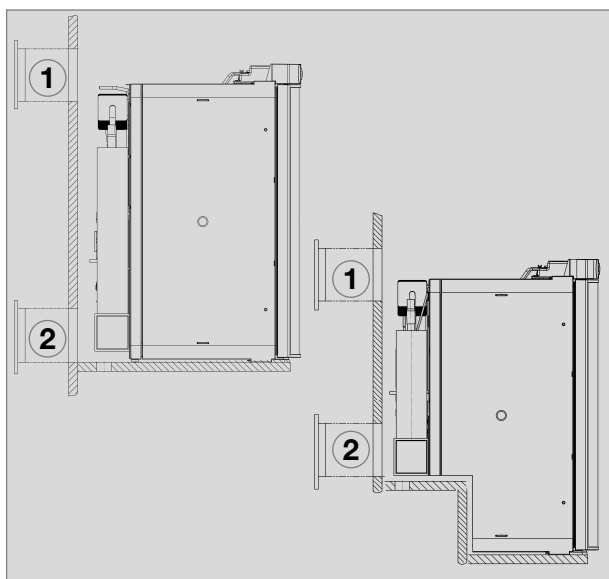

Fig. 16
**La grata di ventilazione superiore deve essere posta nel punto più alto possibile sopra il condensatore (1, Fig. 16). La grata di ventilazione inferiore deve essere collocata al livello del pavimento del vano (Fig. 16,17), permettendo che eventuali perdite di gas (più pesante dell'aria) possano fuoriuscire direttamente all'esterno.**